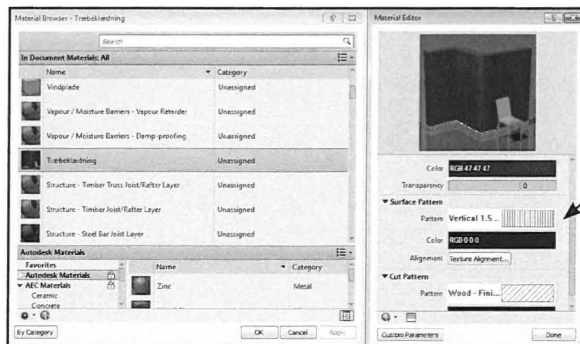

Fig. 05.39. Overflade skravering og snit skraveringer, ændres under *Graphics*. Renderingsmateriale, vælges under *Appearance*.
- Det yderste lag: Træbeklædningen skal have en *Surface Pattern* som på Fig. 05.39. Og en *Appearance* som *Paint - Black*.